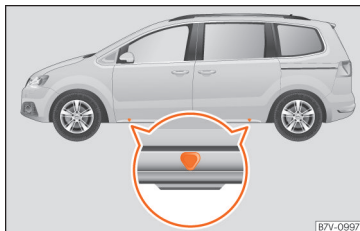

Abb. 47 Aufnahmeplätze für den Wagenheber.
- Suchen Sie am Längsträger die Markierung des Aufnahmepunktes für den Wagenheber (Eindrückung), die dem zu wechselnden Rad am nächsten liegt » » **Abb. 47**.